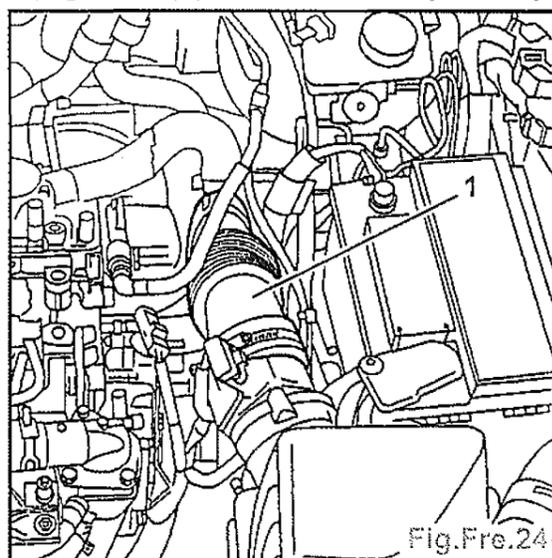

Fig.Fre.24
- Déposer le manchon du filtre à air (1) (Fig.Fre.24) (sur DW10TD uniquement).